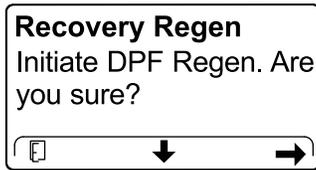

Figura 55
4. No ecrã INICIAR REGENERAÇÃO DO DPF, prima o botão direito para continuar (Figura 55).